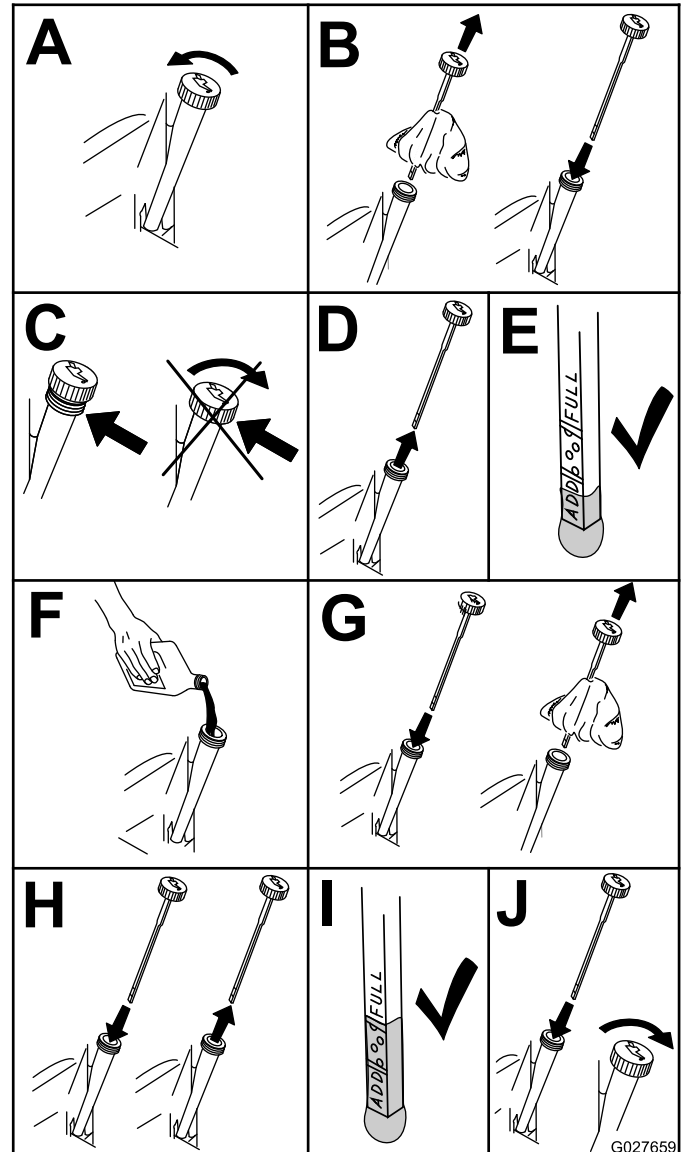

Bild 39
4. Prüfen Sie den Ölstand im Motor (Bild 39).